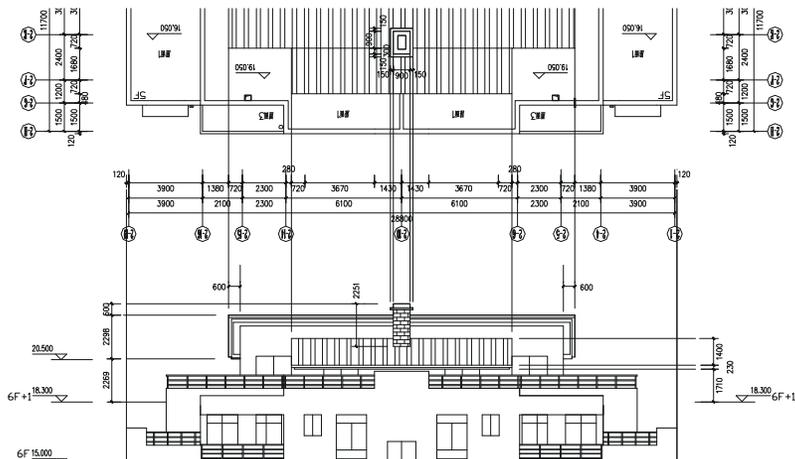

图 12-1-15
- STEP 28** 使用填充命令 BHATCH (BH) 或单击绘图工具栏上的填充按钮 , 将下面的一部分区域填充为  (STEEL) 图案以示瓦面, 再将上面的装饰顶填充为  (BRICK) 图案, 如图 12-1-15 所示。